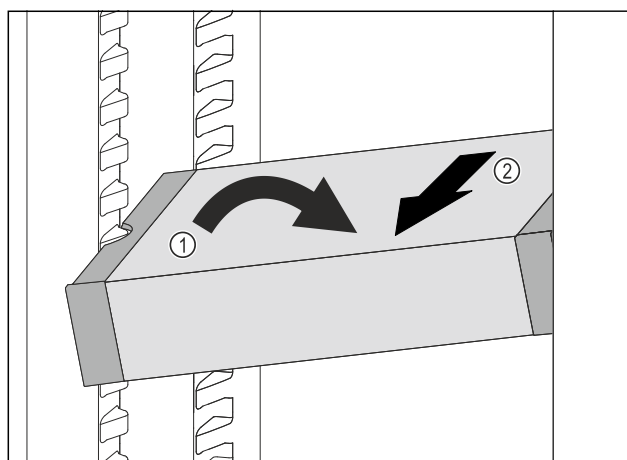

Fig. 160
- Vendosni VarioSafe pjerrtas në pjesën e ftohjes. Fig. 160 (1)
- Hiqni VarioSafe për nga përpara. Fig. 160 (2)